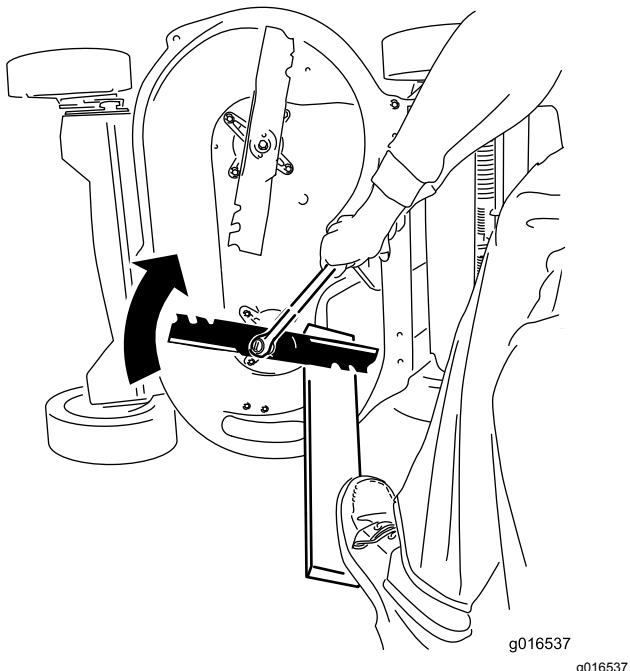

Figura 46
2. Fissate ogni lama con una tavola e ruotate in senso antiorario con una chiave torsimetrica come mostrato in Figura 46; serrate il bullone della lama a 82 N·m (60 ft-lb).